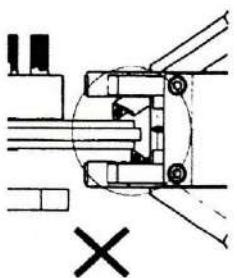

Fig. 41
5. Правильная установка показана на рис. 42. Неправильная установка на рис. 41.